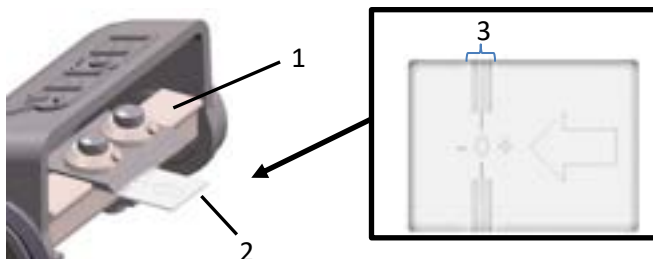

Fig. 9: Regolazione dei coltelli
- > Far scorrere il calibro di regolazione (2 - Fig.9) sotto il coltello in direzione della freccia fino al cilindro di scortecciatura (1 - Fig.9).
Attenzione: il tagliente del coltello deve trovarsi nell'area contrassegnata (3 - Fig.9).